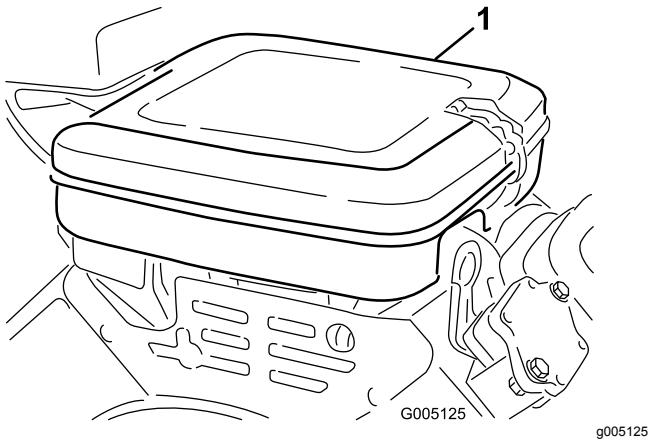

Figura 28
1. Pulite il coperchio del filtro dell'aria (Figura 28).